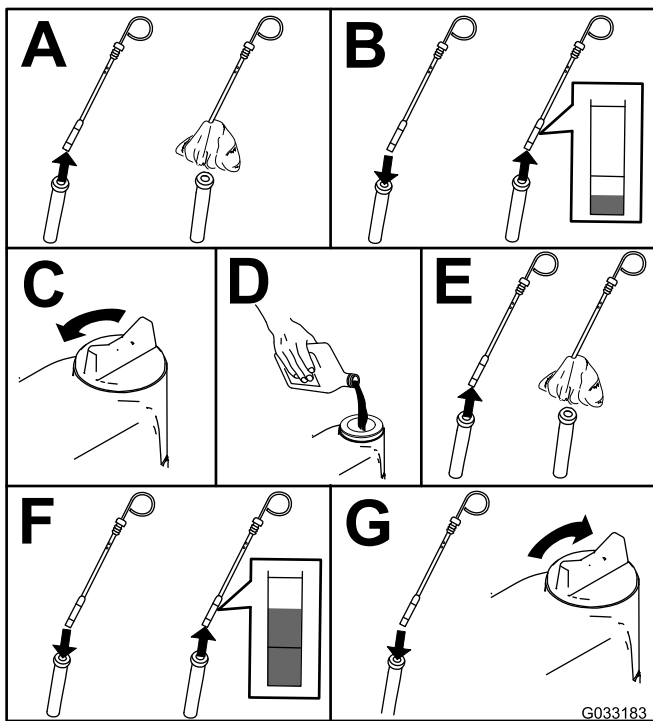

Figura 52
2. Compruebe el nivel de aceite del motor (Figura 52).